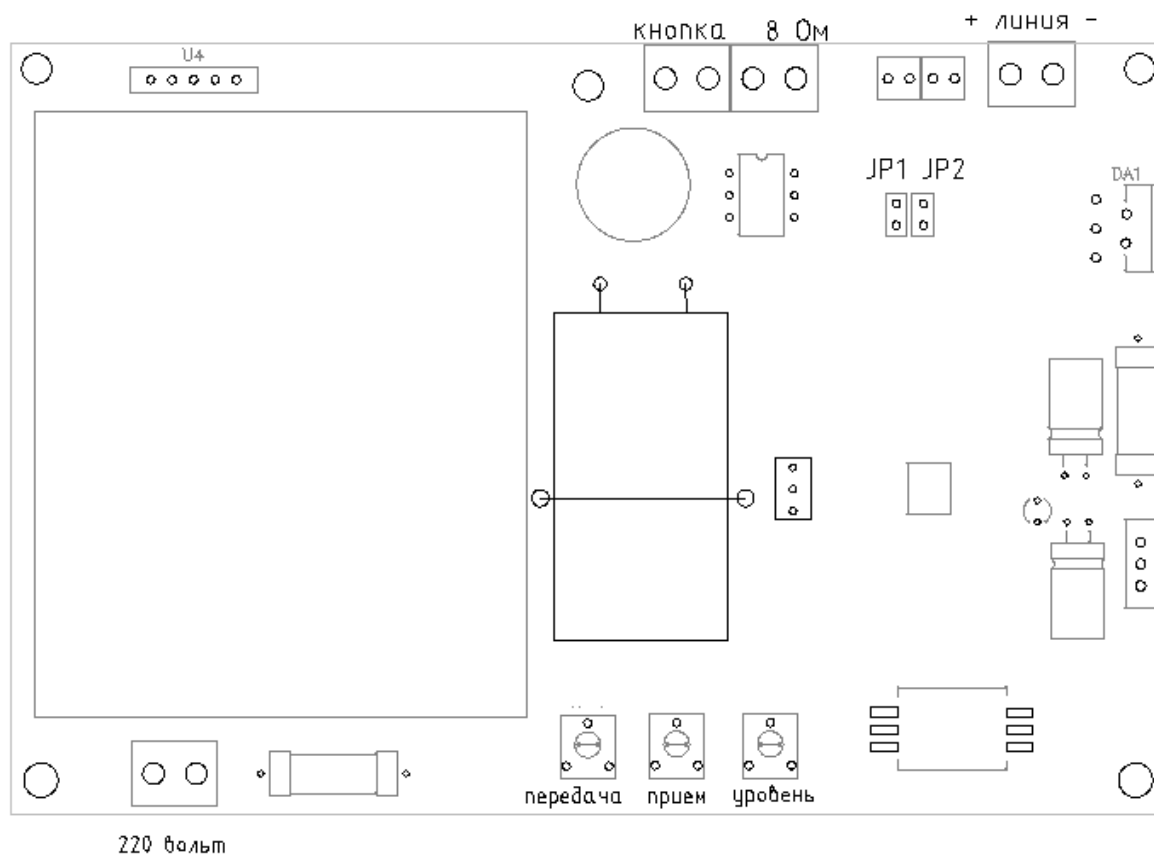

Рисунок 4. Внешний вид печатной платы АДФ-24Б
- Подключите провода к клеммам «Линия» с соблюдением полярности (см. рис.4)